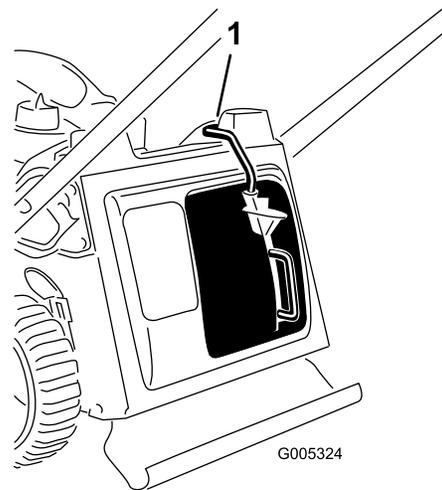

Figura 27
**Importante:** La macchina è dotata di un interruttore di sicurezza che ne impedisce l'avviamento prima di avere installato correttamente il tappo mulching sulla macchina stessa (Figura 27).